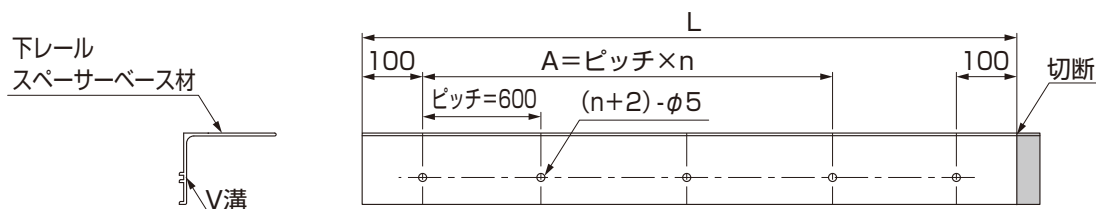

図3-2
①表3-1、図3-2を参照して、下レールスペーサーベース材に切断および穴加工をしてください。